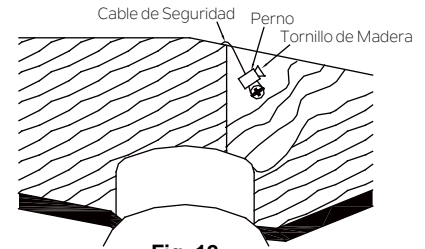

Fig. 12
Paso 2. Insertar el cable de seguridad a través del soporte de montaje y uno de los agujeros en la caja tomacorrientes en el techo. Ajuste la longitud del cable de seguridad para alcanzar el tornillo y las arandelas tirando del cable adicional a través de la abrazadera del cable hasta que la longitud total sea correcta, luego colocar el extremo del cable otra vez mediante la abrazadera del cable, formando un bucle en el extremo del cable . Apriete muy bien la abrazadera del cable. Ahora, coloque el lazo en el extremo del cable de seguridad sobre el tornillo de madera y debajo de la arandela. Apriete el tornillo para madera de forma segura (Fig. 12).